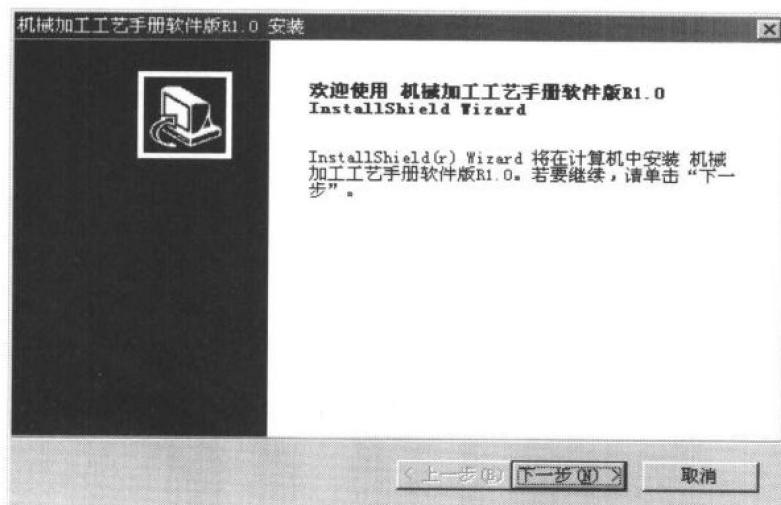

图 1.1 安装向导界面
- 2) 在安装盘所在的驱动器中双击安装程序 Setup.exe，用户首先看到的是欢迎界面（图 1.1）。